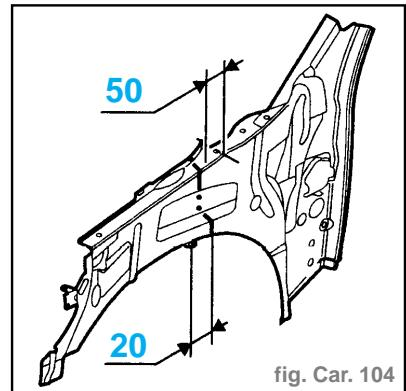

fig. Car. 104
- Tracer puis découper la doublure d'aile à l'aide d'une meule épaisseur 1 mm (coupe définitive) (fig. Car. 104).